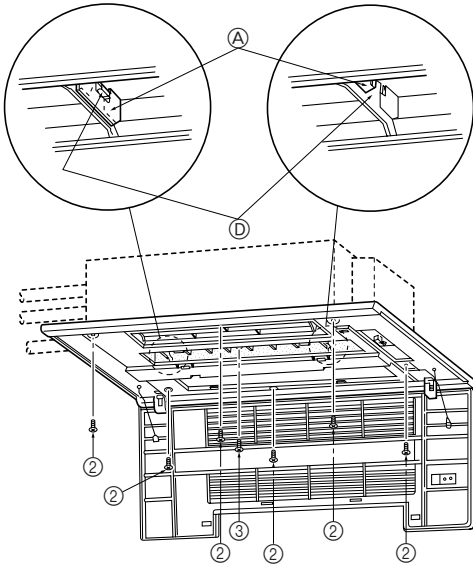
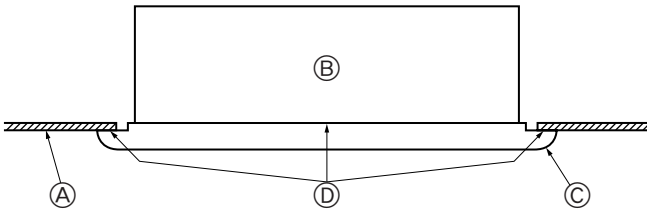

Fig. 5-5
Fig. 5-6
- Ön paneli duvar ile tavan arasındaki açığa uyacak şekilde ayarlayın ve (bu ızgara ile birlikte verilen) bağlantı civatalarını ② sağdaki ve soldaki dört deliğe tam sıkmadan takın. (Fig. 5-5)
- Sonra ortadaki üç yerde bulunan tespit civatalarını ② ve tespit vidalarını ③ sıkın.
- Son olarak da sol ve sağ taraftaki dört yerdeki tespit civatalarını ② sıkın.
- Bu noktada, iç ünite ile ön panel ve ön panel ile tavan yüzeyi arasında herhangi bir açıklık kalmamasına dikkat edin. Eğer açıklık kalmıyorsa, buradan rüzgâr girebilir ve su damlamasına neden olabilir (Fig. 5-6).
- * Tespit civatalarını ② ve tespit vidalarını ③ sonuna kadar sıkın.